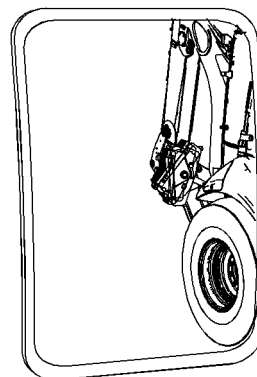

Ilustración 54
Si tiene, ajuste el espejo retrovisor izquierdo lateral (2) de modo que pueda verse un área de al menos 1 m (3,3 pies) desde el lado de la máquina. Refiérase a la ilustración 54. Además, ajuste el espejo retrovisor del lado izquierdo para poder ver lo siguiente: